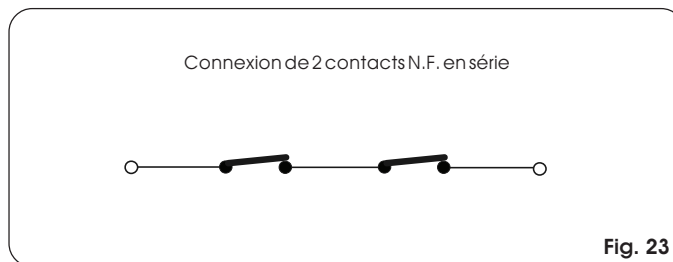

Fig. 23
N.B.: si deux dispositifs avec un contact N.F. ont la même fonction, les connecter en série entre eux (Fig. 23).